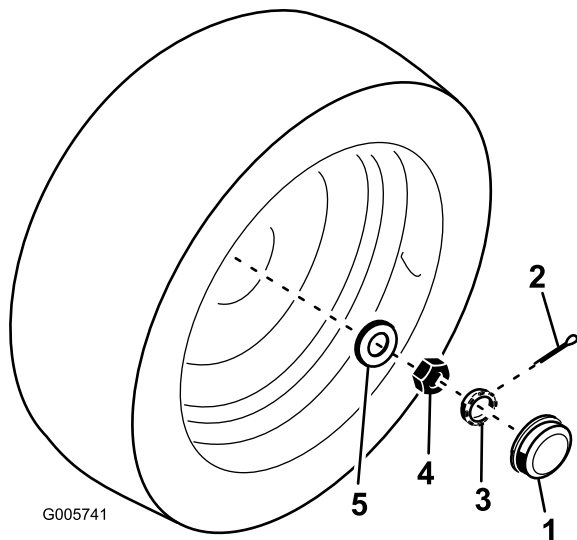

Figure 55
2. Retirez le capuchon antipoussière au bout de la fusée de roue. Enlevez aussi la goupille fendue qui fixe le dispositif de retenue (Figure 55).
3. Serrez l'écrou de blocage (Figure 55) à un couple d'environ 8,5 à 11,3 Nm avec une clé à main.